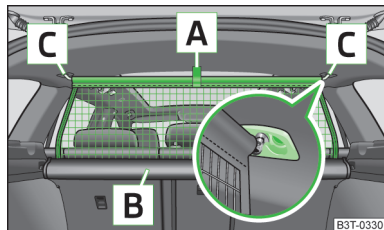
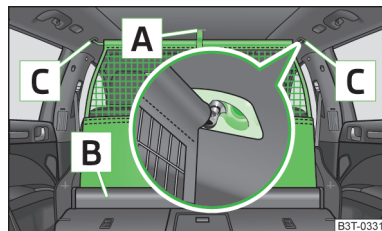

Fig. 101
Fig. 102
- ¡Asegurarse de que la barra transversal está insertada en los alojamientos **C** » fig. 101 de la página 103 o » fig. 102 de la página 103 en la posición delantera!
- » Tirar de la red de separación por la lengüeta **A** » fig. 101 y tirar de ella en sentido de los alojamientos **C**.
- » Tirar de la barra transversal un poco hacia atrás, primero en un lado y seguidamente en el otro lado, y sacarla de los alojamientos **C** » fig. 101.
- » Tirar de la red de separación por la lengüeta **A** » fig. 102.
- Tirar de la barra transversal un poco hacia atrás, primero en un lado y seguidamente en el otro lado, y sacarla de los alojamientos **[C]** » fig. 102.